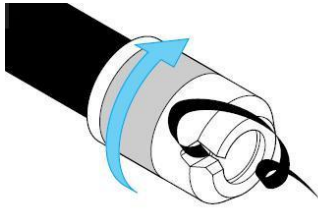

Bild 1
1. Rohr mit Ansträhülse von Hawle Nr. 6000 oder mit gleichwertigem Produkt anschrägen (siehe Bild 1)